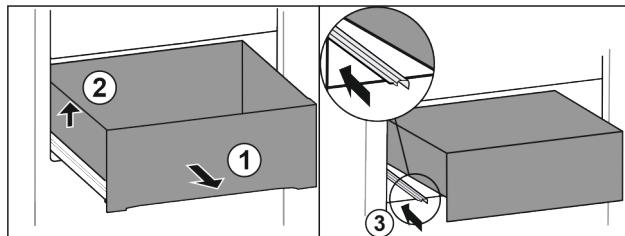

Fig. 92
- Изтеглете чекмеджето докрай. Fig. 92 (1)
- Повдигнете чекмеджето отляво. Fig. 92 (2)
- Вкарайте лявата релса. Fig. 92 (3)